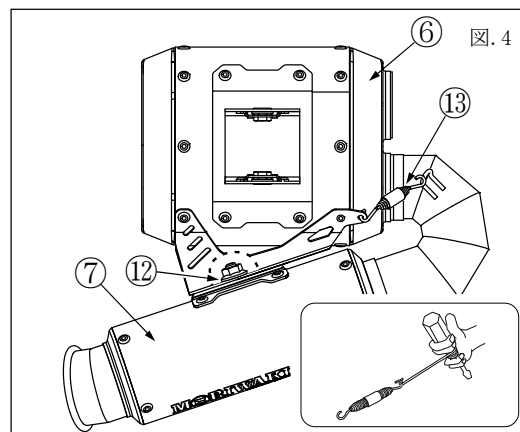

図. 4
① サブサイレンサーASSY(部品表⑥)へサイレンサーASSY (部品表⑦) を差し込み、フランジナット M8 (部品表⑫)、スプリングショート (部品表⑬) を使用して固定します。(図. 4)